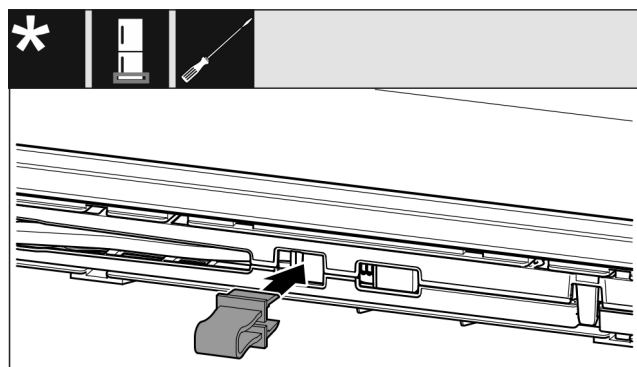

Fig. 18
- Enclencher la fixation dans l'ouverture. (voir Fig. 18)